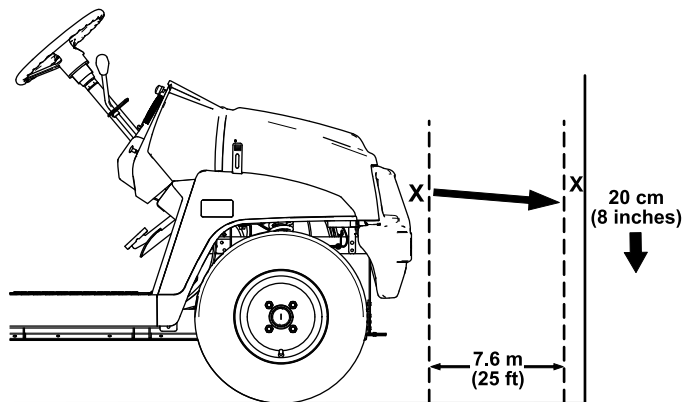

Figura 51
1. Parcați mașina pe o suprafață plană, cu farurile la aproximativ 7,6 m de un perete (Figura 51).
Partea cea mai luminoasă a fasciculului farului trebuie să fie la 20 cm sub semnul marcat pe perete. (Figura 51).